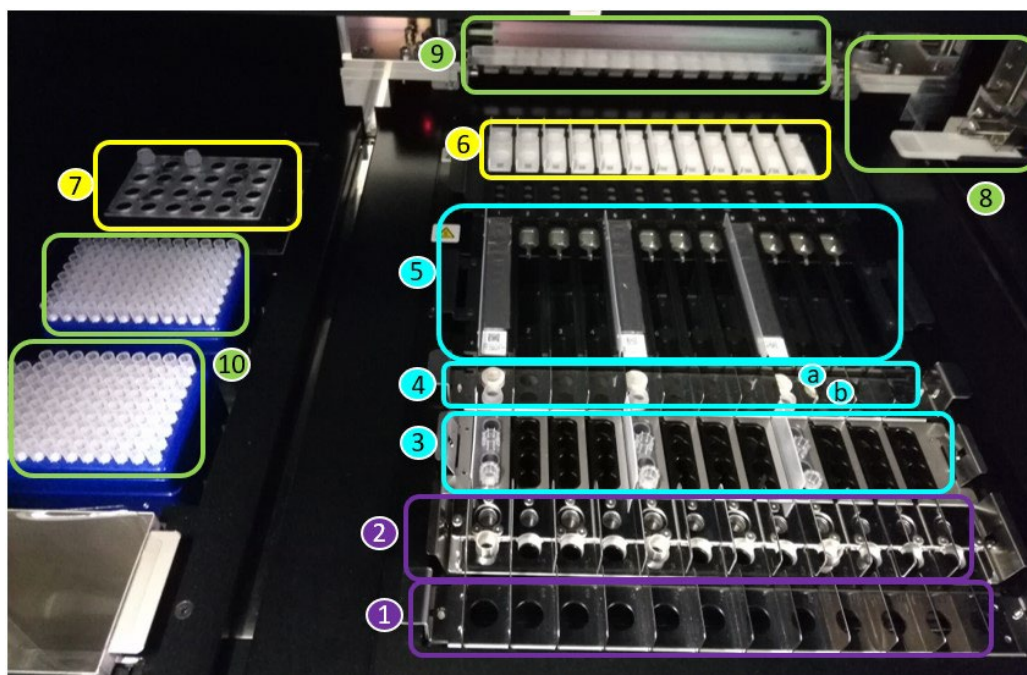

Figure 1 : Zone de chargement du système « ELITe InGenius »
La Figure 1 illustre le système « **ELITe InGenius** »
La Figure 1 montre : position du portoir pour tubes primaires (1), position du portoir pour tubes d'extraction (2), position du portoir pour embouts (3), position du portoir pour tubes d'élution (tube de DNase I + adaptateur de tube (a) et tube d'élution (b)) (4), position du portoir pour cartouches d'extraction (5) et position du portoir pour cartouches de PCR (6), position du bloc de réactif de PCR et de contrôle interne (gestionnaire des stocks) (7), distribution des échantillons et des réactifs (8, 9), positions du conteneur à déchets (en bas à gauche) et des embouts (10).
6. Pour confirmer que les réactifs placés dans la position 7 du gestionnaire des stocks sont en quantité suffisante pour le nombre de tests sélectionnés (voir page 10, Figure 1) comme indiqué à l'écran, appuyer sur le bouton « Next » (Suivant).
7. Placer suffisamment de portoirs à embouts en position 10 (voir page 10, Figure 1).
9. Placer les cassettes de PCR indiquées en position 6 (voir page 10, Figure 1).
11. Placer la/les cassette/s des cartouches d'extraction indiquées en position 5 (voir page 10, Figure 1).
13. Placer la DNase I, dans l'adaptateur de tube de DNase I, indiquée en position 4 (voir page 10, Figure 1).
15. Placer le nombre de tubes d'élution indiqué en position 4 (voir page 10, Figure 1).
17. Placer le nombre de cassettes d'embouts indiqué en position 3 (voir page 10, Figure 1).
19. Placer le nombre de tubes d'extraction indiqué en position 2 (voir page 10, Figure 1).